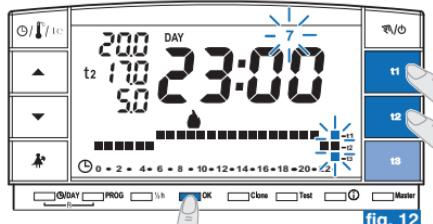

fig. 12
- Après l'insertion de l'échelle thermique pour le **Dimanche (7)**, appuyer sur **OK** (exemple sur la fig. 12) pour enregistrer et revenir sur l'affichage du Lundi (1) **puis appuyer de nouveau sur la touche OK pendant 4 secondes** (ex. sur la fig. 13) ; cette opération permettra **d'enregistrer le programme hebdomadaire complet**.